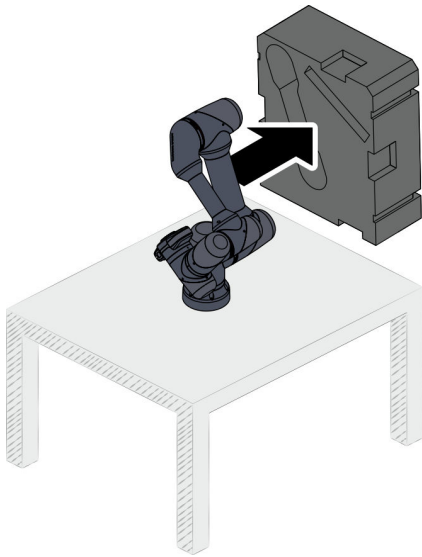

Abb. 49 Verpackungsteil 3 abnehmen
14. Verpackungsteil 3 abnehmen Abb. 49 und Roboter kabel vollständig abrollen.